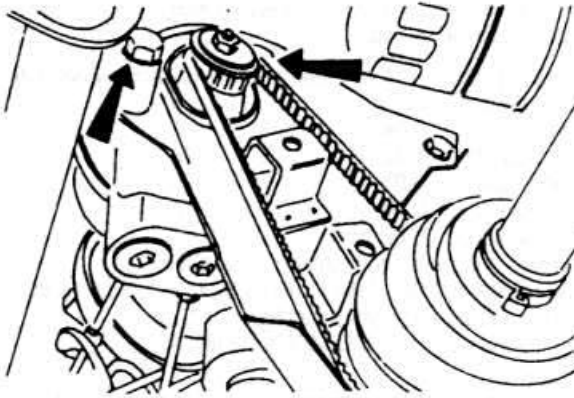

Рис. 3.8
- ◆ Снимите датчик (SCS) частоты вращения колес (рис. 3.8).